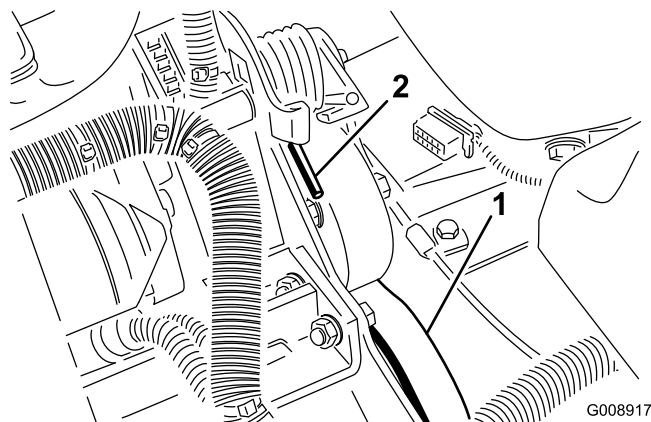

Figura 60
2. Premete l'estremità della molla e spingetela in avanti (Figura 60) per sbloccarla dalla staffa e rilasciare la tensione della molla.